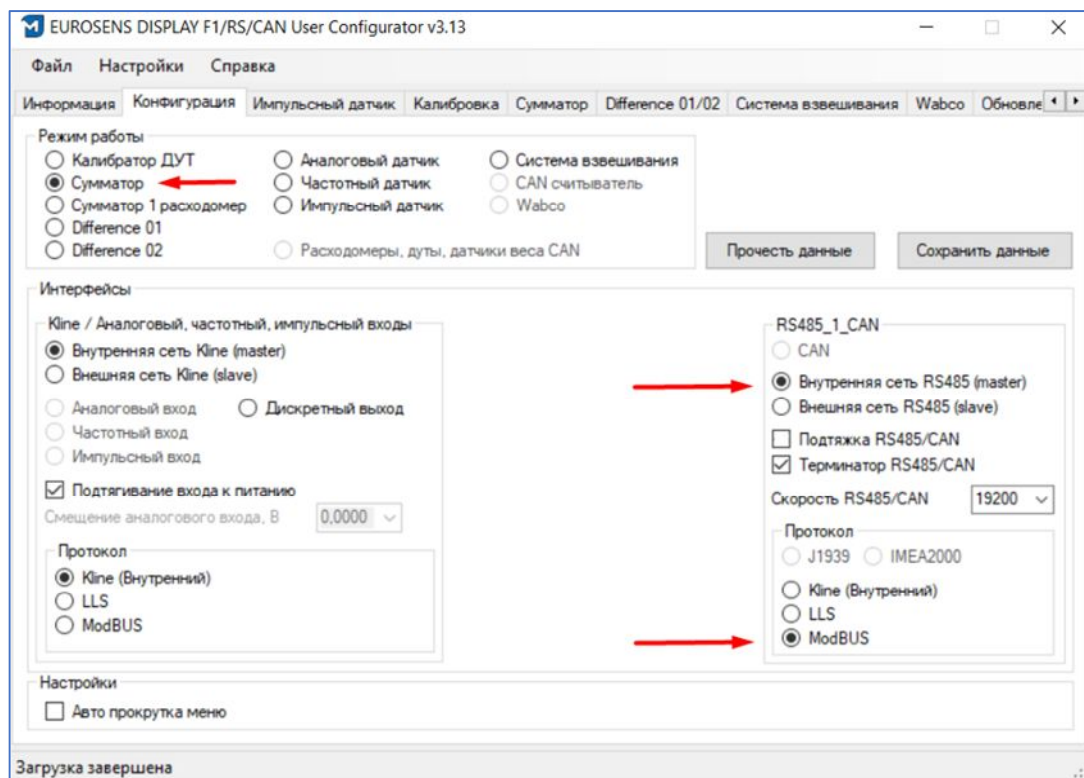

рис.4.5. Вкладка “Конфигурация”
- 1) На вкладке **“Конфигурация”** (рис. 4.5) выберите внутреннюю сеть RS-485 (master) и протокол внутренней сети MODBUS.